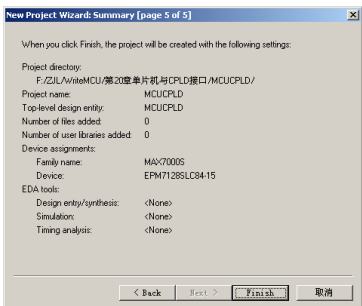

图 27-26 “Summary” 对话框
(7) 单击“Next”按钮，进入“Summary”对话框，如图 27-26 所示。该对话框总结了前面所有步骤对整个工程项目的设置。单击“Finish”按钮完成工程项目的建立，或者单击“Back”按钮，返回前面的步骤进行修改。